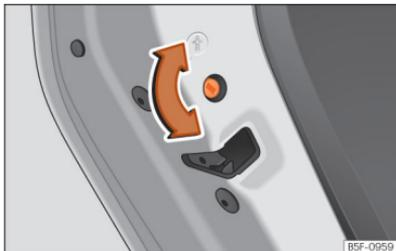

Abb. 77 Kindersicherung in der linken Tür
- Drehen Sie bei geöffneter Tür den Schlitz mit dem Fahrzeugschlüssel an den linken Türen im Uhrzeigersinn **»» (Abb. 77)** und bei den rechten Türen gegen den Uhrzeigersinn.
- Drehen Sie bei geöffneter Tür den Schlitz mit dem Fahrzeugschlüssel an den linken Türen gegen den Uhrzeigersinn **»» (Abb. 77)** und bei den rechten Türen im Uhrzeigersinn.